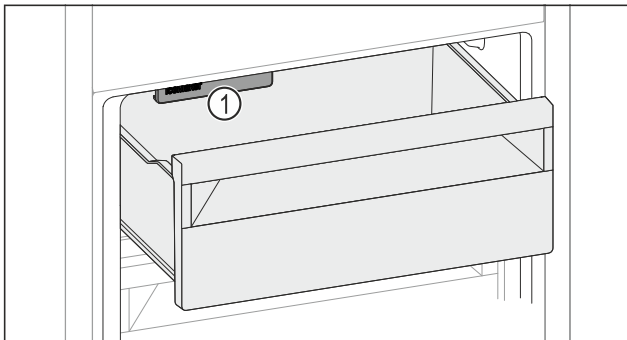

Fig. 182
- Слідувати за функцією IceMaker Fig. 182 (1).